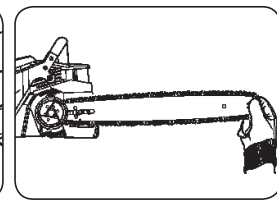

Fig. 3H
- La chaîne sera tendue donc tournez à la main l'embrayage de façon à ce que la chaîne engène avec le pignon de renvoi (Fig. 3H).